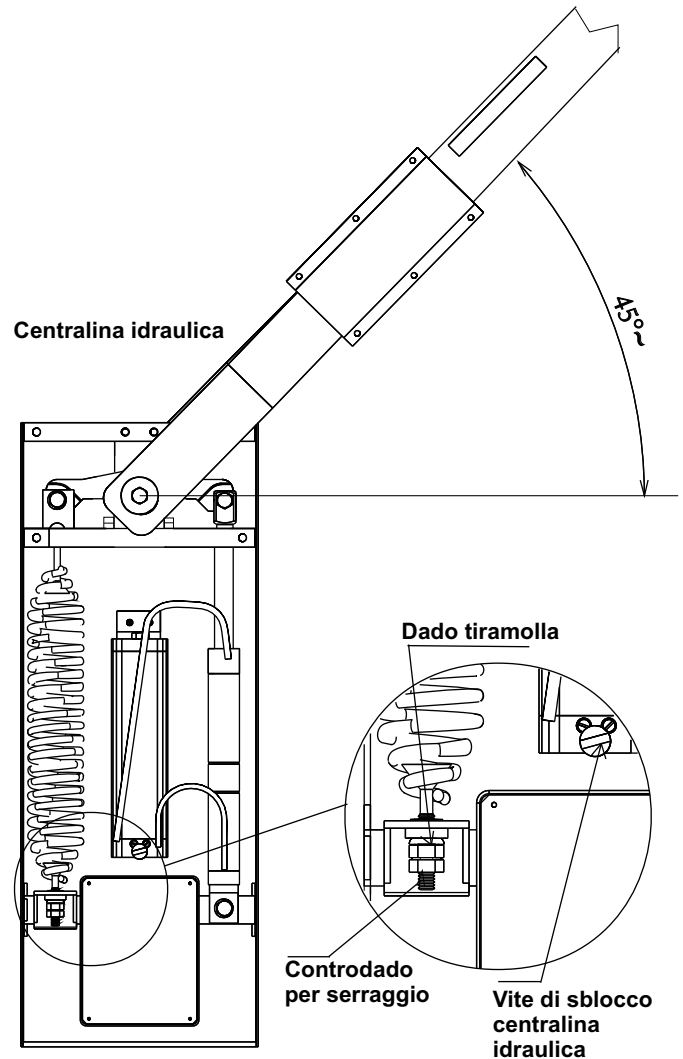

Fig. 8
- Svitare o avvitare il dado tiramolla fino a che la molla raggiunga un punto di equilibrio con la sbarra inclinata a 45° (Fig. 8). La condizione ottimale di un perfetto bilanciamento si ha quando la sbarra resta ferma nella posizione indicata in Fig. 8.